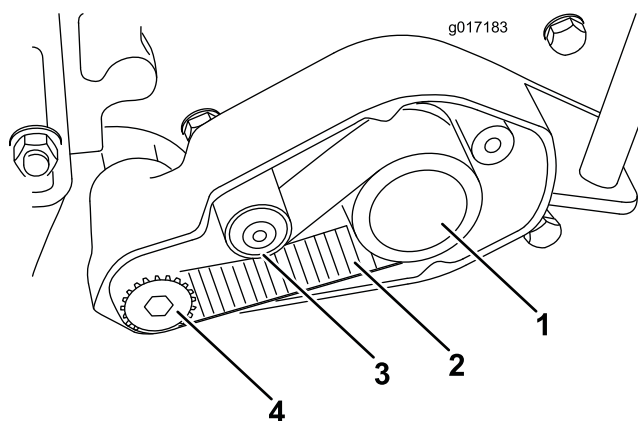

Figura 6
14. Inserite la puleggia motrice nella prolunga dell'albero del cilindro sinistro (Figura 6). Fissate il cilindro con un blocco di legno in modo che non ruoti e serrate la puleggia ad almeno 23 Nm.
15. Montate la cinghia dentata di trasmissione intorno alla puleggia motrice e condotta e sotto il tendicinghia posteriore (Figura 6).
24. Controllate la tensione della cinghia di comando premendola al centro tra la puleggia motrice e la puleggia condotta (Figura 6). Sarà necessaria una forza tra 2 e 4 kg per comprimere il centro della cinghia di 6 mm. Per regolare la tensione, allentate il perno della puleggia tendicinghia posteriore e il bullone a testa cava, ruotate il tendicinghia per raggiungere la tensione adeguata e serrate il bullone a testa cava ad un valore compreso tra 9 e 14 Nm.